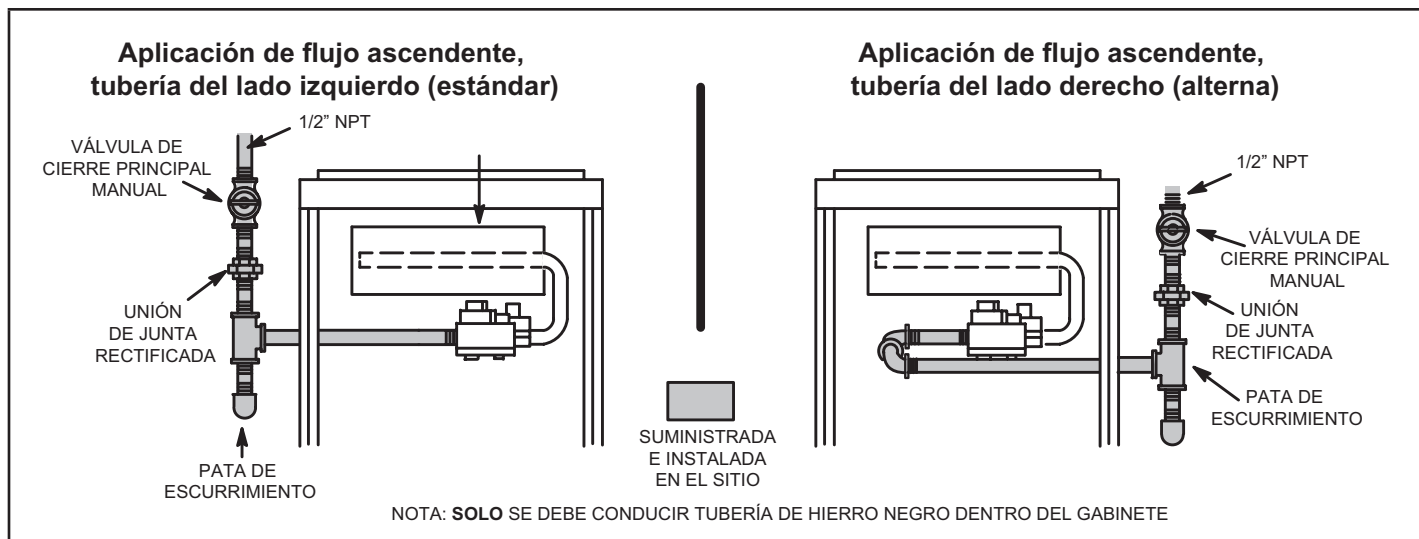
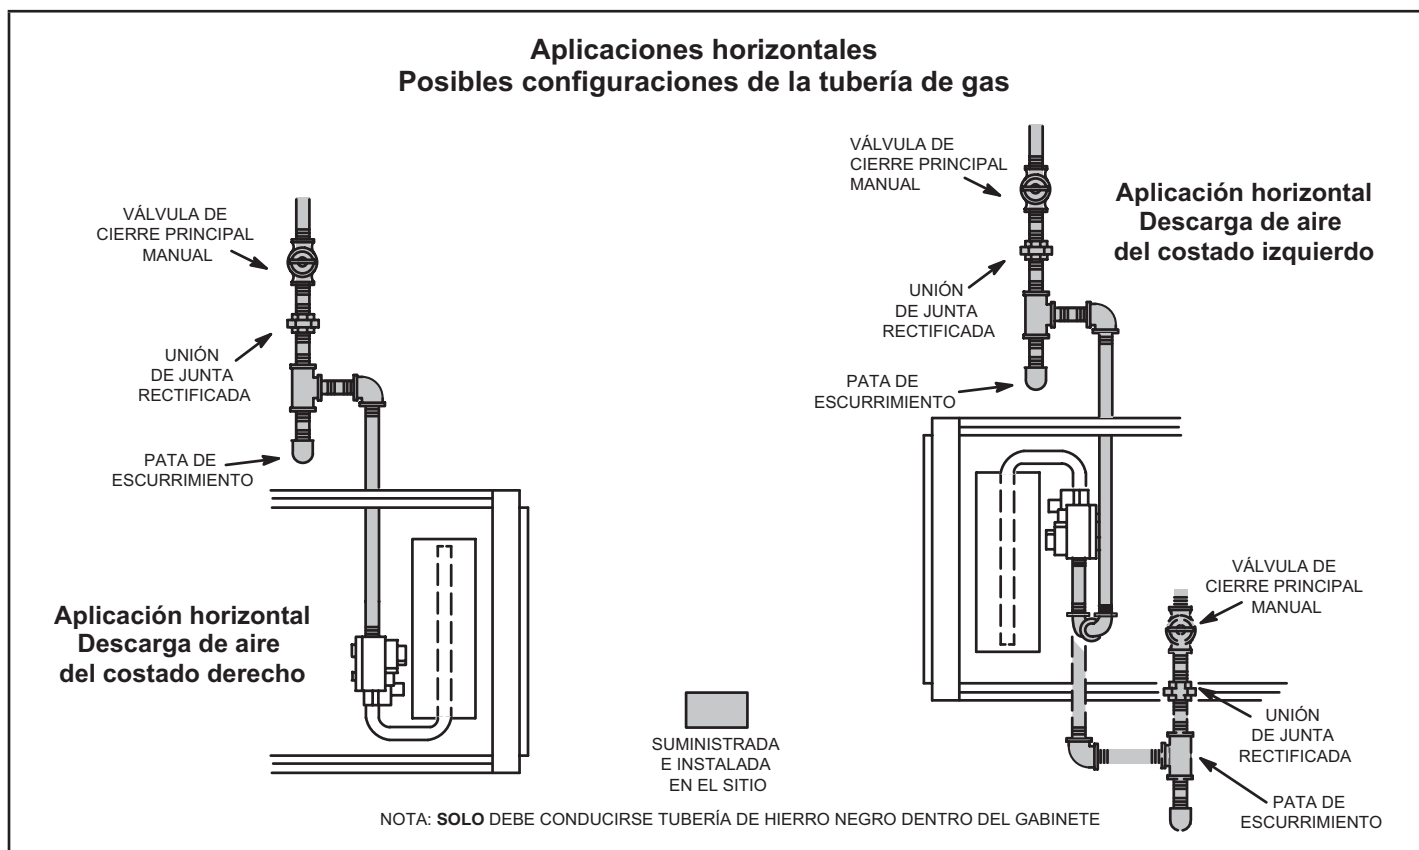

FIGURA 56
FIGURA 57
- 1 - La tubería de gas se puede conducir a la unidad desde el lado izquierdo o lado derecho. La tubería de suministro entra a la válvula de gas desde el costado de la válvula como se muestra en la FIGURA 56. Conecte la tubería de suministro de gas a la válvula de gas. La torsión máxima es de 800 pulg-libras y la torsión mínima es de 350 pulg-libras cuando se conecte la tubería de gas a la válvula de gas.
- 3 - La tubería de gas no debe tenderse a través de los conductos de aire, canaletas de ropa, chimeneas o ventilación de gas, montaplatos o el hueco del ascensor. Centre la línea de gas en el centro del agujero para tuberías. La línea de gas no debería tocar el costado de la unidad. Ver la FIGURA 56 y la FIGURA 57.